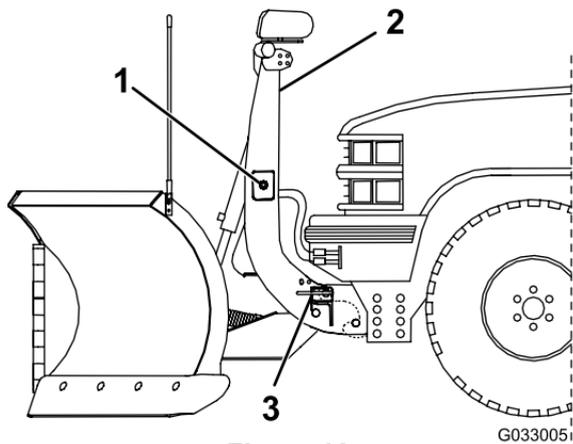

Figure 10
5. Poussez le commutateur SmartHitch2, situé sur le côté de la tour d'accouplement, vers le haut pour dégager les goupilles, puis vers le bas pour abaisser complètement la tour (Figure 10).